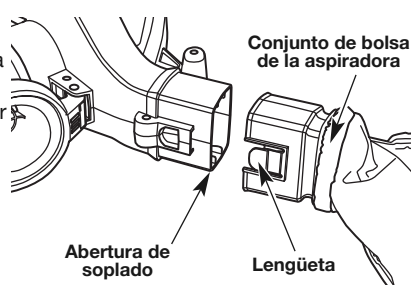

Fig. 6
8. Introduzca la abertura de soplado en el conjunto de bolsa de la aspiradora hasta que la lengüeta del conjunto de la bolsa de la aspiradora quede insertada en la abertura de la carcasa del motor y encaje en su posición (Fig. 6).